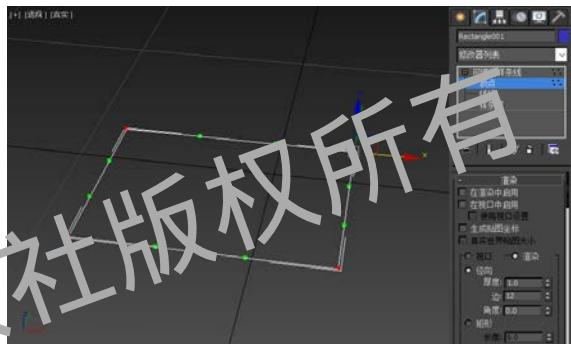

图 3-2-2 选择顶点
**STEP 02** 右击矩形，在弹出的快捷菜单中执行【转换为】→【转换为可编辑样条线】命令，进入【修改】面板，选择【顶点】子对象或按【1】键，进入【顶点】子对象，选择视图中的 4 个顶点，如图 3-2-2 所示。